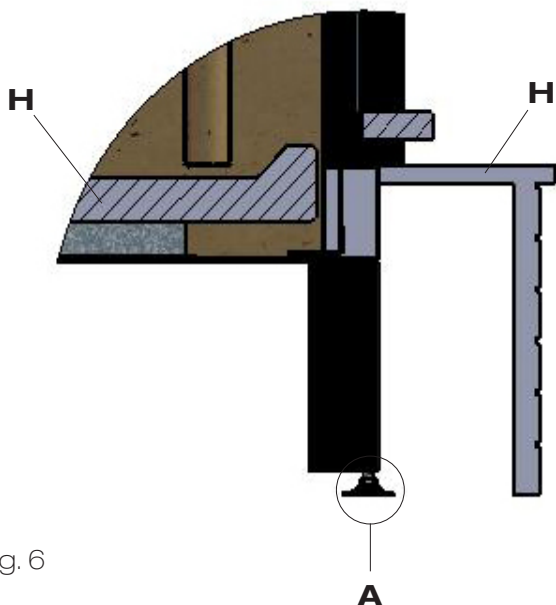

Fig. 6
Per regolare l'altezza del monoblocco (altezza piano fuoco del rivestimento) sarà sufficiente agire sulle viti di regolazione predisposte sulla base. Registrare le viti (fig. 6: **A** vite regolazione, **H** altezza piano fuoco), fino a portare il manufatto all'altezza prevista rispetto al rivestimento, avendo cura che la base del focolare sia a bolla.
To adjust the final height of the monobloc (cladding fire bed height), just turn the adjustment screws located on the base. Adjust the screws (Fig. 6: **A** adjustment screw, **H**-fire bed height), until the piece is at the established height with respect to the cladding, while ensuring that the base of the fire box is level. In the case of cladding with fire bed H 35 cm, remove the adjustment screw.
Passo 6: mettere le viti auto foranti fornite con il ventilatore per bloccarne lo scorrimento così come raffigurato in fig 6.
Step 6: install the self-threading screws supplied with the fan to hold it fast, as shown in fig. 6.